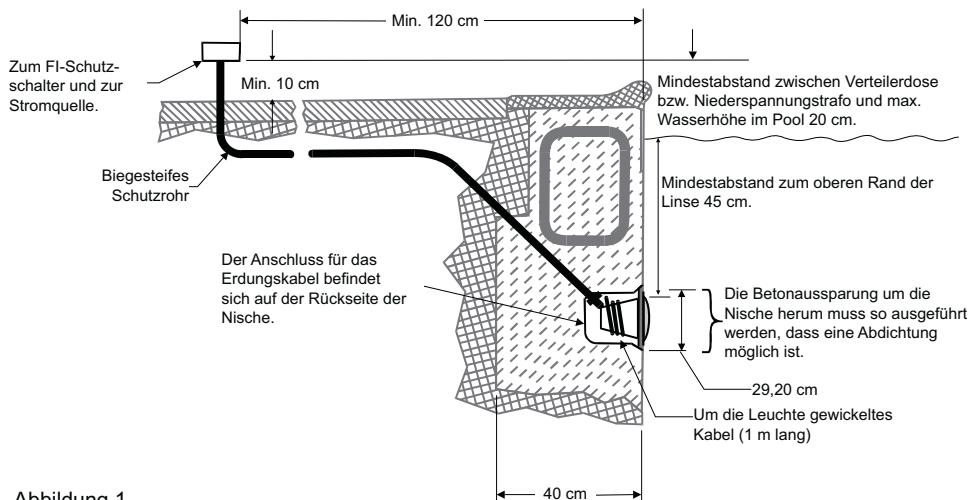

Abbildung 1.
- Der Niederspannungstrafo (12VAC) ist mindestens 20 cm über Bodenniveau und mindestens 1,2 m vom Poolrand angeordnet; siehe Abbildung 1.
- Die Einbaunische ist ordnungsgemäß montiert, so dass der obere Rand der Linse der Unterwasserleuchte mindestens 45 cm unter der Wasseroberfläche im Pool liegt; siehe Abbildung 1.
- Die Einbaunische ist ordnungsgemäß angeschlossen und über den Masseanschluss AWG Nr. 8 an der Rückseite der Nische geerdet; siehe Abbildung 1.
6. Lassen Sie mindestens 1 m Kabel übrig, um es um die Leuchte zu wickeln; siehe Abbildung 1. Dieses um die Leuchte gewickelte 1m lange Kabel ermöglicht später Servicearbeiten an der Leuchte, wenn der Pool mit Wasser gefüllt ist.
8. Entfernen Sie 15 cm von der äußeren Kabelisolierung, um die drei isolierten Drähte freizulegen. Achten Sie darauf, dass die Isolierung der inneren drei (3) Drähte nicht beschädigt wird.
VOR MONTAGEBEGINN: Die folgenden Schritte 1 - 7 beschreiben die Aufgaben, die vom Elektriker vor der Montage der IntelliBrite-Leuchte durchzuführen sind. Siehe Skizze Abbildung 1.
- Der Niederspannungstrafo (12VAC) ist mindestens 20 cm über dem maximalen Wasserspiegel des Pools und mindestens 1,2 m vom Poolrand angeordnet; siehe Abbildung 1.
- Die Einbaunische ist ordnungsgemäß montiert, sodass der obere Rand der Linse der Unterwasserleuchte mindestens 45 cm unter der Wasseroberfläche angeordnet ist; siehe Abbildung 1.
- Führen Sie das Kabel durch das Rohr zur Verteilerdose; lassen Sie dabei min. 1,2 m Kabel übrig, um es um die Leuchte zu wickeln (dies ermöglicht die spätere Wartung der Leuchte, wenn der Pool mit Wasser gefüllt ist. Siehe Abbildung 1.